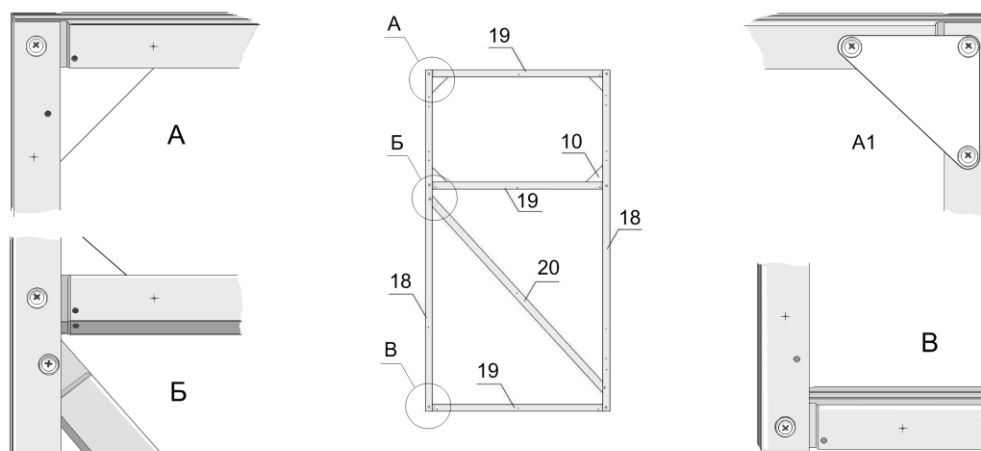

Рис. 8
- ✓ Возьмите две стойки двери №18 и соедините их между собой тремя поперечинами двери №19 (см. рис. 8).
Внимание! Сначала произведите крепление каркаса двери саморезами 4,2x16 с наружной стороны теплицы. При креплении нижней поперечины двери №19 средняя полка профиля должна располагаться вверху, для предотвращения загрязнения внутреннего пространства профиля (см. рис.8-В).
- ✓ Поверните каркас двери внутренней стороной вверх и произведите крепление саморезами. В оконном проёме закрепите косынки №10 (см. рис.8-А1) для фиксации форточки в закрытом состоянии.